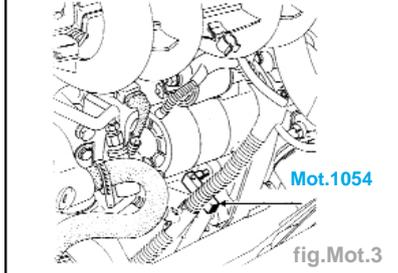

fig.Mot.3
- Piger le moteur au PMH à l'aide du Mot.1054 (fig. Mot.3).
- Retirer la pîge **Mot.1054** (fig. Mot.3).